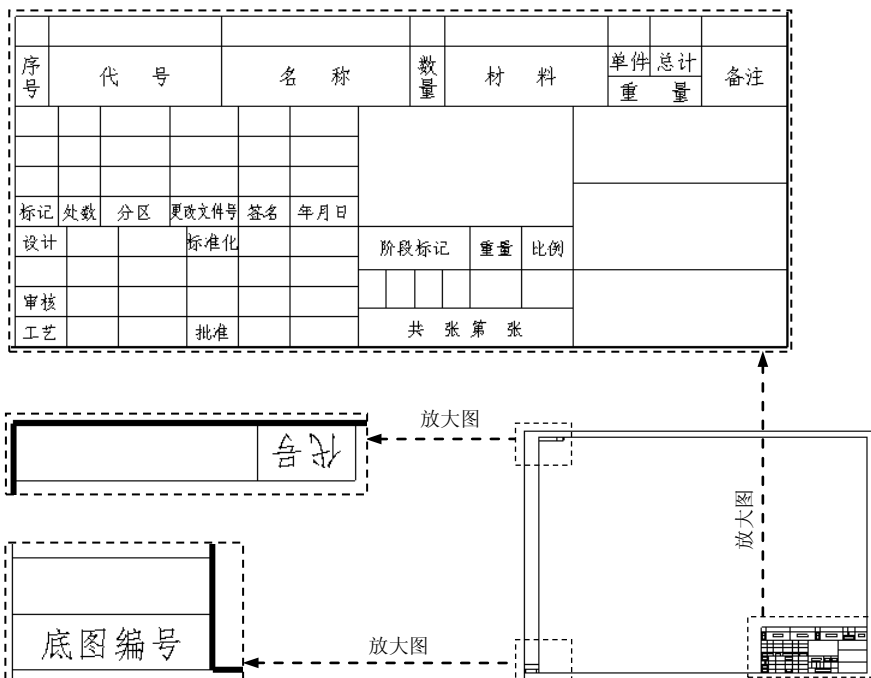

图 9.1.3 载入的 gb\_a2.frm 页面
Step2. 在“页面设置”对话框的格式下拉列表中选择浏览...选项，系统弹出“打开”对话框，在 D:\creo4.7\work\ch09.01 中选取格式文件“gb\_a2.frm”，单击 打开 按钮，再单击“页面设置”对话框中的 确定 按钮，系统载入预先设置好的页面，如图 9.1.3 所示。